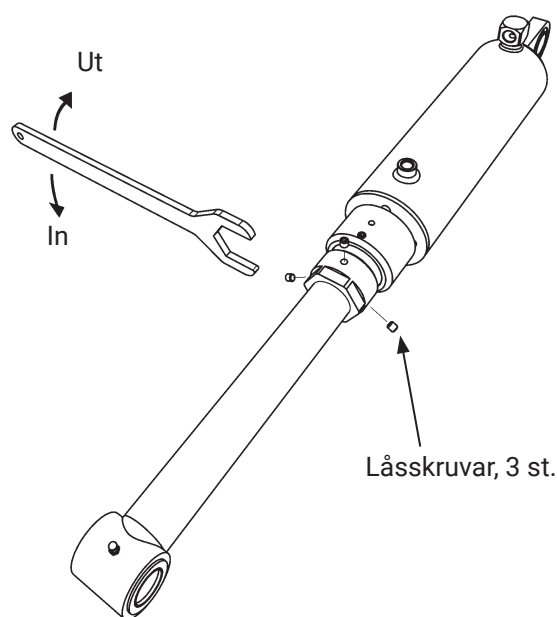

Bild 28. Justering av tiltvinkel
3. Lossa de tre låsskruvarna på cylindern som sitter monterad i plattformen, Se Bild 28.